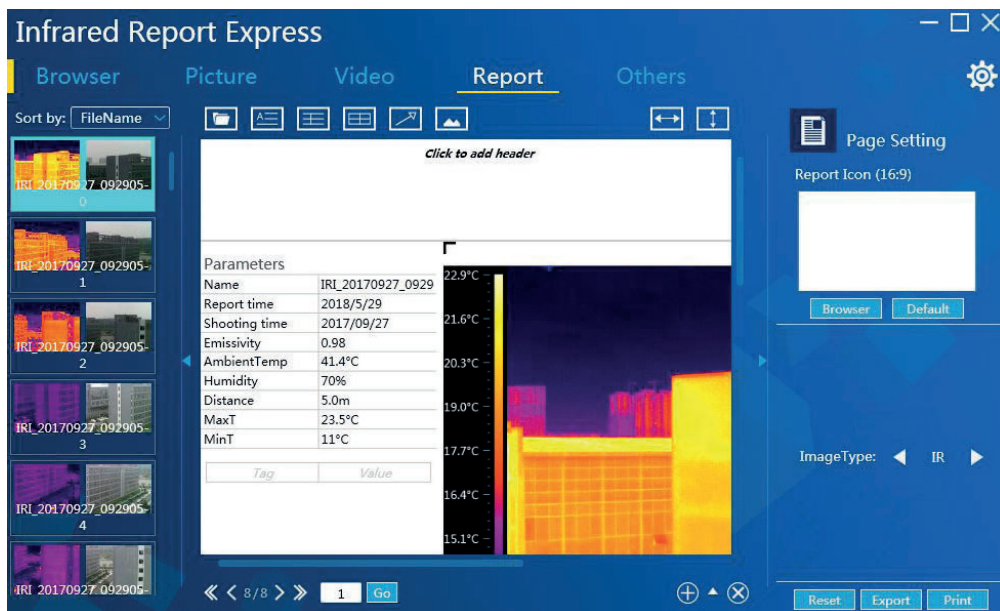

Figura 3-46
4. El software generará automáticamente un informe y actualizará automáticamente todos los parámetros de la imagen infrarroja actual. Vea la Figura 3-46: